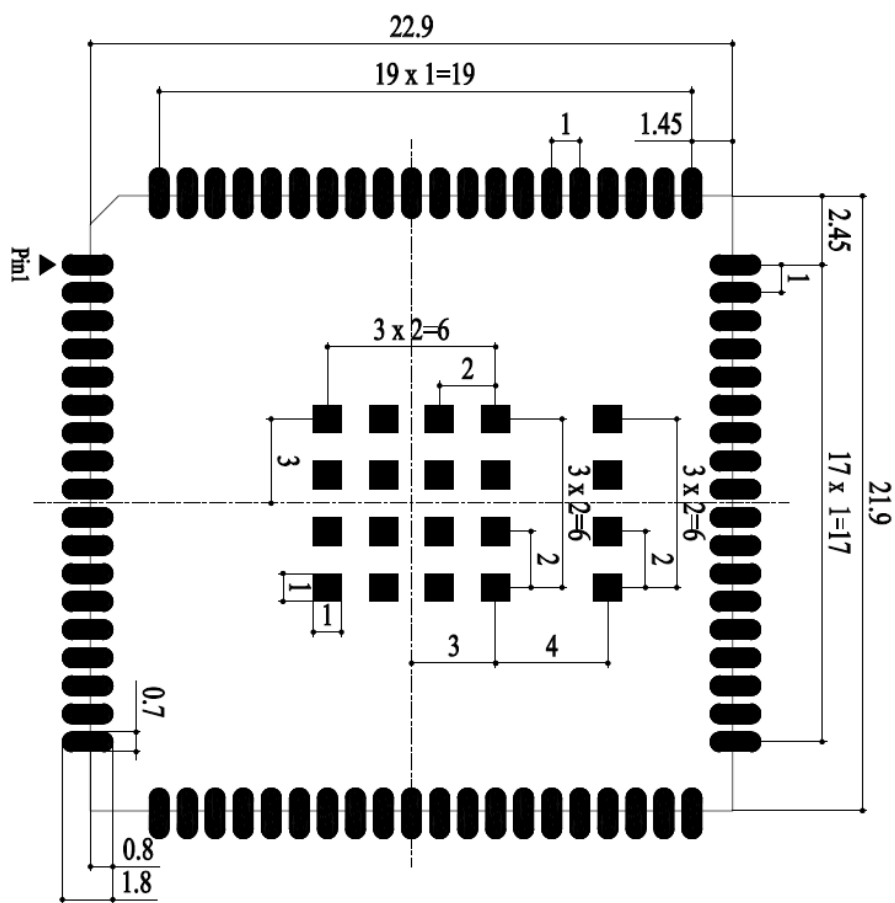

图 41: 推荐封装
2. **图 41** 为 EC600E-CN 模块的推荐封装。如考虑 EC600x 系列模块的兼容设计，请使用兼容封装进行设计。关于兼容封装的详情，请参考 **文档 [4]**。兼容封装的引脚定义请参考对应模块的硬件设计手册。